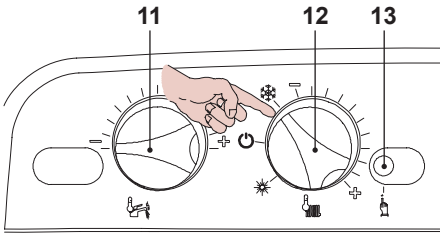
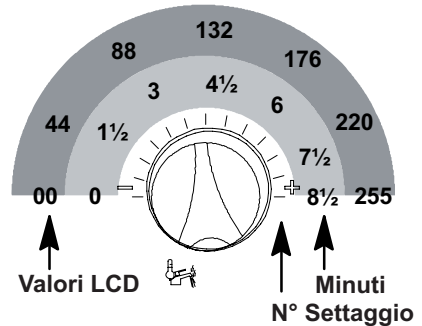

Fig. 5.59
Fig. 5.63
- Posizionare le manopole 11 e 12 come indicato in Fig. 5.59.
- Per settare il tempo di frequenza di riaccensione bisogna entrare in programmazione premendo per 15 secondi il pulsante di ripristino 13, in Fig. 5.59 fino alla comparsa del parametro **P01** sul display LCD; sul display LCD compare la seguente visualizzazione (la sequenza **P01** si alterna ---).
- Premere il pulsante di ripristino 13 in Fig. 5.59 per lo scorrimento dei vari parametri sino al raggiungimento del parametro **P10** valido per il settaggio della frequenza di ri-
- Per cambiare il settaggio ruotare la manopola regolazione temperatura sanitari 11 in Fig. 5.59 e posizionarla sul tempo prescelto Fig. 5.63 (nella figura esempio manopola settata per frequenza di riaccensione di 3 minuti).
Il passo del settaggio della manopola 11 Fig. 5.63 corrisponde a un valore letto sul display LCD di circa **44** (90 secondi) e questo valore può essere variato fino a circa **255** (8 minuti e mezzo); nell'LCD la sequenza **P10** si alterna con **60**.